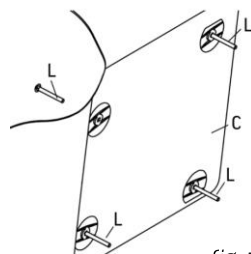

fig. 1
1. Insérez les boulons de 8 x 85 mm (L) à travers le fond de la cuve (C) (fig. 1).